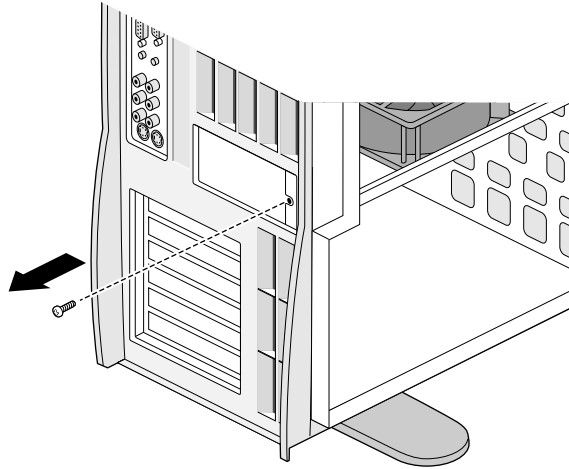

Figura 5-15 Localizando o painel vazio para a placa SD1100 da Silicon Graphics
5. De frente para a parte posterior do sistema, localize o painel vazio de E/S para a SD1100, como mostrado na Figura 5-15.